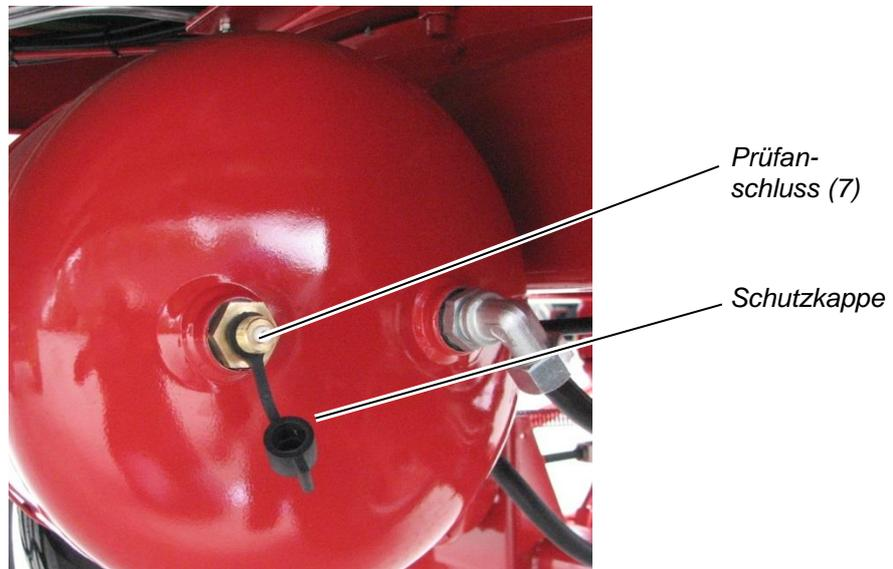

Abbildung 59: Prüfanschluss für ein Manometer am Druckluftvorratsbehälter
- ⇒ Ziehen Sie die Schutzkappe vom Prüfanschluss (7) ab (siehe Abbildung 59).
- ⇒ Stecken Sie ein Manometer auf den Prüfanschluss (7) und lesen Sie den gemessenen Luftdruck ab.
- ⇒ Setzen Sie die Schutzkappe wieder auf den Prüfanschluss (7) auf.
- ↳ Die rot markierte Vorratsleitung (4) wird druckluftbeaufschlagt und füllt den Druckluftvorratsbehälter.